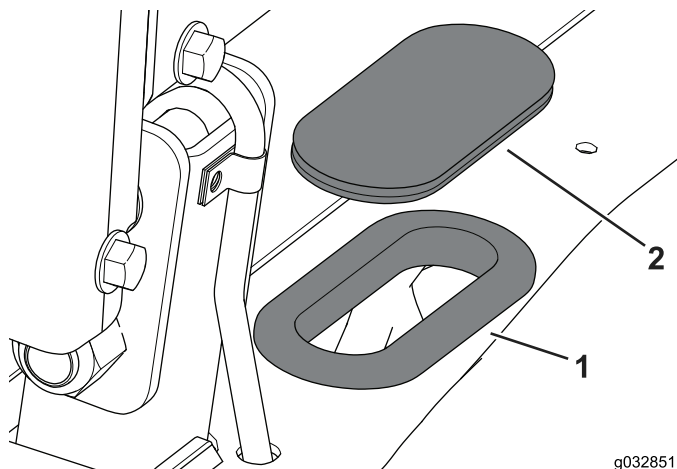

Figura 110
5. Sustituya el anillo de goma de invierno con el anillo de goma de verano (Figura 110).